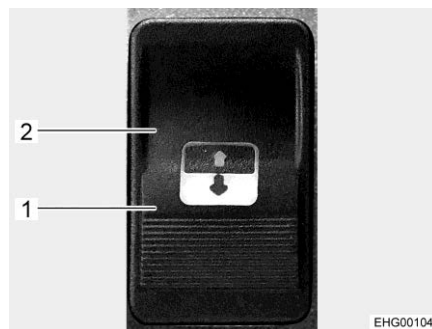

Bild 123 Manöverknapp
Manöverknappen (Bild 123) är placerad bredvid det elektriska, öppningsbara taket i fordonets tak
- Tryck på sidan med öppna-symbolen på manöverknappen (Bild 123,1) tills det öppningsbara taket befinner sig i önskat läge.
Stänga: ■ Tryck på sidan med stäng-symbolen på manöverknappen (Bild 123,2).
■ Tryck på sidan med stäng-symbolen på manöverknappen (Bild 123,2) tills det öppningsbara fönstret har stängt sig så mycket som möjligt.